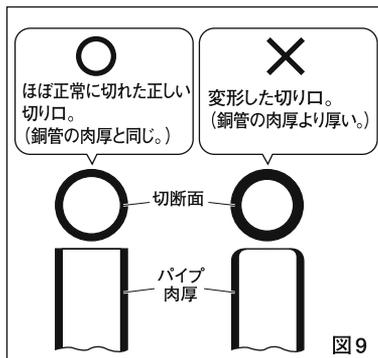

図9
- ・急激に刃を送るとパイプが変形し（図9-右側）正常なフレア加工が出来なくなります。